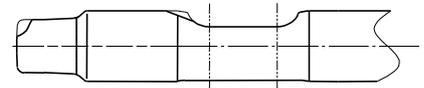

Fig. 3
(5) Evite, como puder, trabalhar em vazio. O guilho pode partir no encaixe da cavilha de fixação do guilho, como mostra a Fig.3.
(6) Substitua o casquilho impactado e o casquilho do guilho assim que atingirem o seu limite de desgaste. O guilho poderá partir ou lascar quando os casquilhos não forem substituídos atempadamente, como poderá verificar na Fig.3.